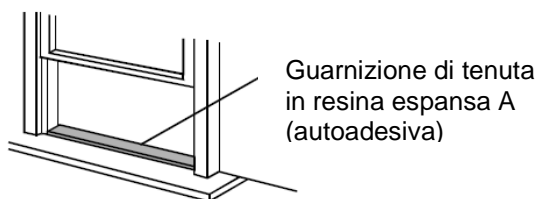

Fig. 8
1. Tagli la guarnizione di tenuta (autoadesiva) in resina espansa alla giusta lunghezza e la applichi alla cornice inferiore della finestra. Fig. 8